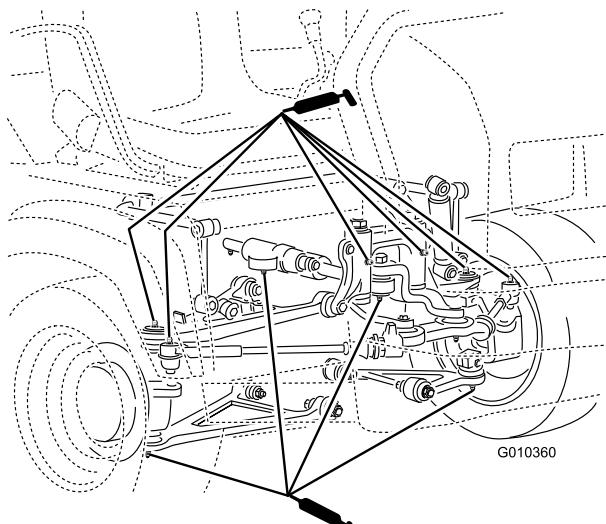

図 39
- ボールジョイント4、タイロッド2、ピボットマウント2、ステアリングシリンダ2図39